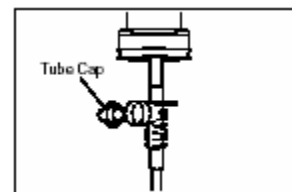

Рис. 12
(2) Откройте задвижку шланга для подачи воздуха в емкость (рис. 12)